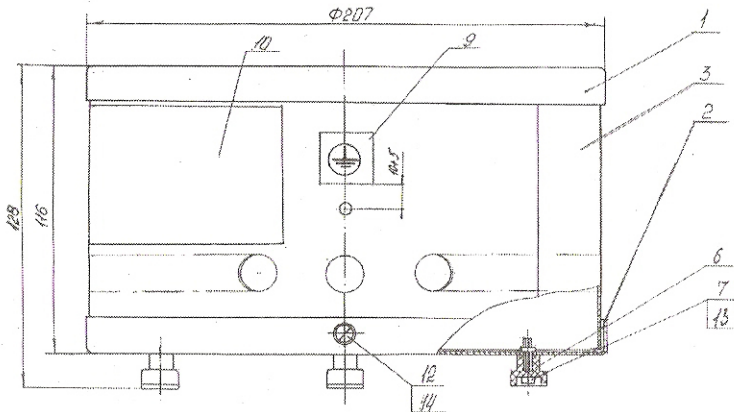

Рис. 2 Овоскоп ОН -10 общий вид
- 4.1 Овоскоп выполнен в виде металлического цилиндра (рис.2), в который вмонтирован электрический патрон для установки лампы накаливания.
6.1.1 Осторожно, легким движением руки вверх, снять с корпуса овоскопа (поз.3 , рис.2) крышку (поз.1 , рис.2) для укладки яиц.
6.1.3 Очистку поверхности крышки (поз.1, рис.2) допускается производить мыльным раствором с последующим протиранием при помощи мягкой ткани.